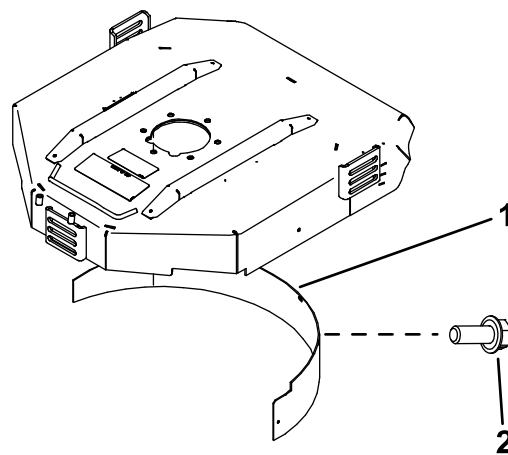

Рисунок 10
2. Установите дефлектор для мульчирования в отверстие задней стенки и закрепите его пятью болтами с фланцевой головкой (Рисунок 10).